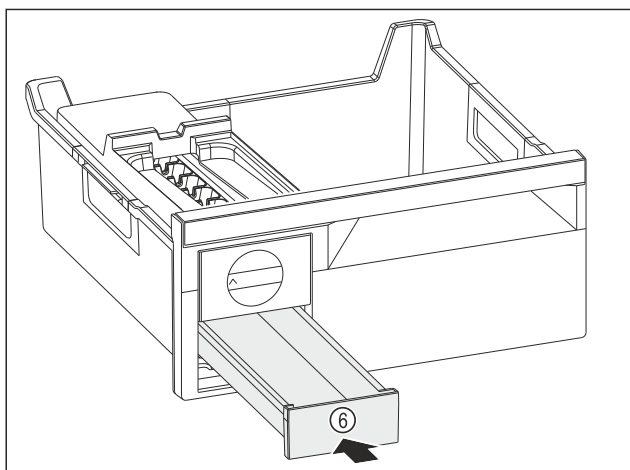

Fig. 101
- ▶ Skub isterningskuffen Fig. 101 (6) ind.